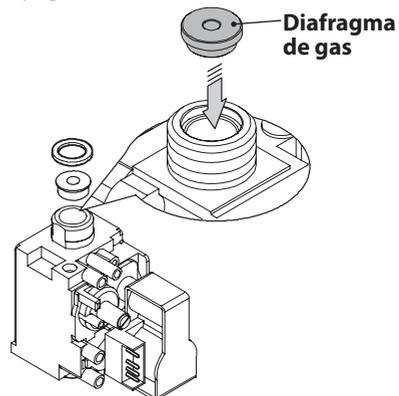

Figura 8.2
- Realice el cambio del tipo de gas sustituyendo correctamente el diafragma de gas (Figura 8.2), consultando la sección "Datos técnicos M262.2025SB/T" en la pág. 30 y sección "Datos técnicos M262.3035SB/T" en la pág. 34.